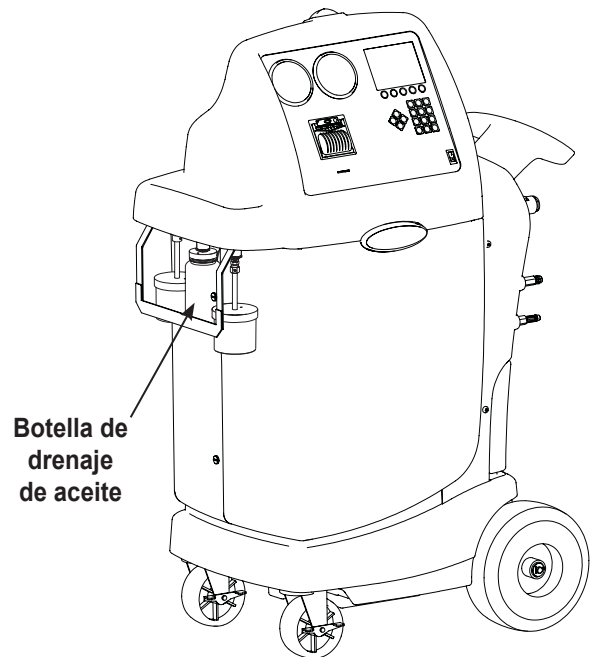

Figura 8
1. Verifique que la botella de drenaje de aceite en el lado de la unidad esté vacía. Consulte la Figura 8. Recupere el refrigerante según se describe en este manual en *Recuperación del refrigerante de un vehículo*.